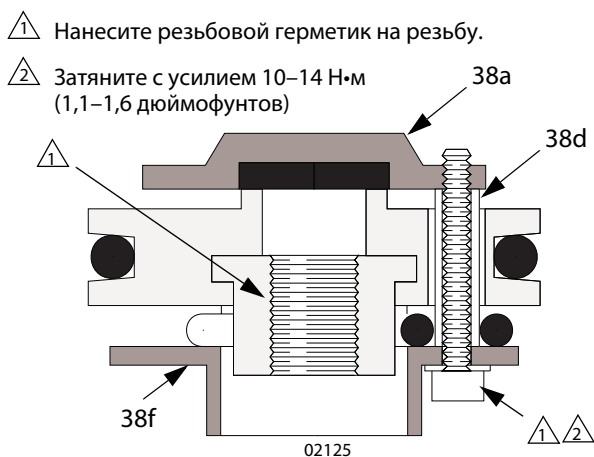

Рис. 12
5. В случае повреждения каких-либо распорок (38d) пластин клапана замените все три, чтобы сохранить правильное расстояние между пластинами клапана (18a, 18f) и седлами. См. Рис. 12.